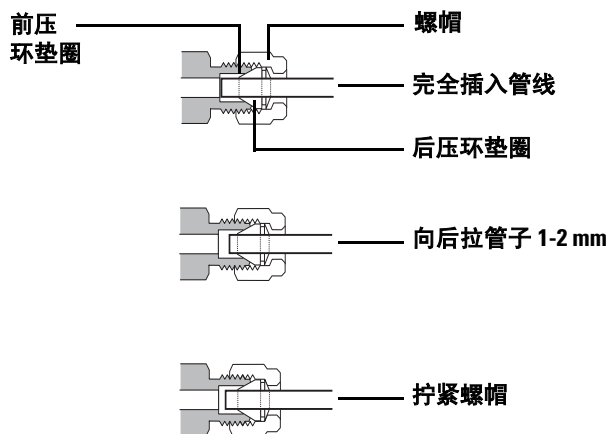

图 49 插入管线
- 5 管线完全推入插头，然后向后拉大约 1-2 mm（图 49）。